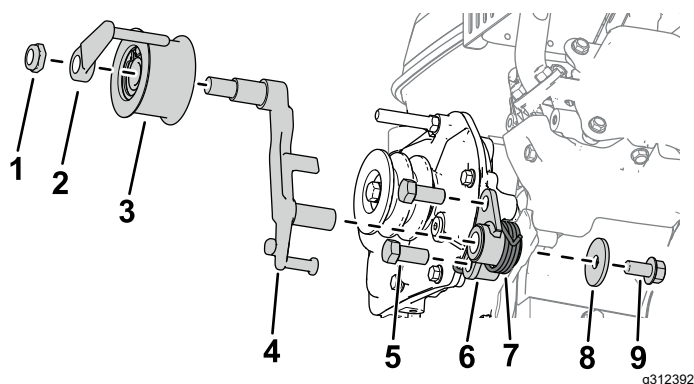

Рисунок 3
5. Установите кронштейн сцепления на редуктор с помощью 2 болтов (7/16 x 1 дюйм), как показано на Рисунок 3
6. Установите рычаг сцепления на кронштейн сцепления (Рисунок 3).
7. Установите моментную пружину на кронштейн сцепления с помощью шайбы ( $\frac{3}{8}$  x  $1\frac{1}{8}$  дюйма) и болта ( $\frac{3}{8}$  x  $\frac{3}{4}$  дюйма), как показано на Рисунок 3.
8. Установите натяжной шкив в сборе на рычаг сцепления вместе с направляющей ремня и шестигранной гайкой (Рисунок 3).